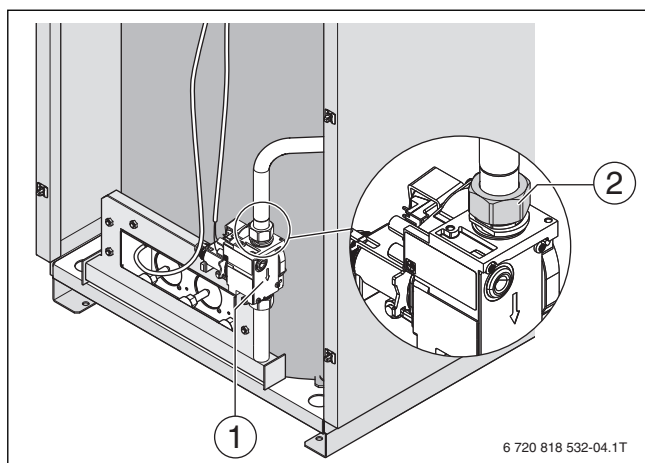

Рис. 34 Демонтаж горелки
- Подсоедините газоподводящую трубу к клапану резьбовым соединением [2] с моментом затяжки 48-52 Н\*м (→ рис. 34, стр. 33).